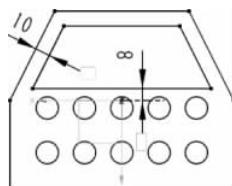
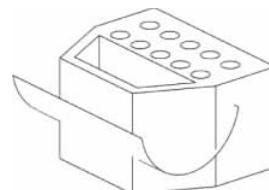

图 3-12 修剪曲线
图 3-13 创建切除特征
(18) 单击“制作拐角”按钮 ,修剪曲线,如图 3-12 所示。
(19) 单击鼠标右键,单击“完成草图”按钮 ,在【拉伸】对话框中“指定矢量”选“-ZC ↓”,“开始距离”为 0,“结束距离”为 30mm,“布尔运算”选“求差”。
(20) 选中实体后,再单击“确定”按钮,创建切除实体特征,调整视角后,如图 3-13 所示。